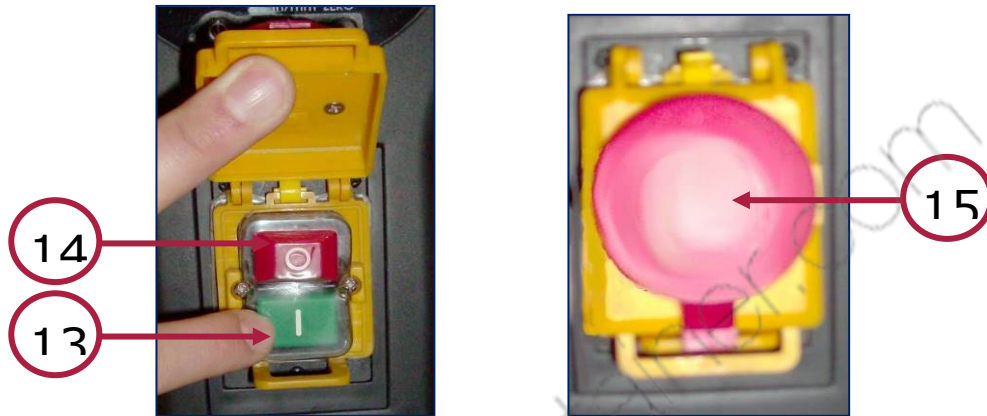

Figura 17 – Pulsante di avvio/arresto e emergenza
Sui quadri di comando dei torni, sono presenti gli interruttori di accensione ed arresto del motore (sotto la calottina rossa di emergenza – Figura 17).
Sul quadro comandi è presente una calottina per l'arresto d'emergenza (Figura 17). Per arrestare la macchina, in casi di emergenza, premere il pulsante rosso. Quando si applica una pressione su di esso, viene interrotto il moto del motore elettrico e del mandrino.
5. Azionare l'interruttore di accensione verde "I" (Figura 17).
8. Terminata l'operazione, allontanare l'utensile dal pezzo, dopodiché riportare la leva della velocità in posizione 1 (lento); dopodiché arrestare la macchina agendo sull'interruttore rosso O (di arresto - Figura 17).